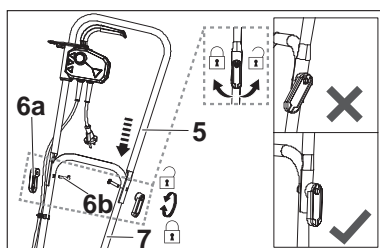

Fig. 3
4. Alignez les trous de la barre de poignée supérieure [5] avec les trous de la barre centrale de la poignée [7]. Assurez-vous que l'interrupteur marche/arrêt [2] est sur le côté droit de la poignée. Fixez le raccordement à l'aide des boulons [6a] et des leviers [6b] (Fig.3).